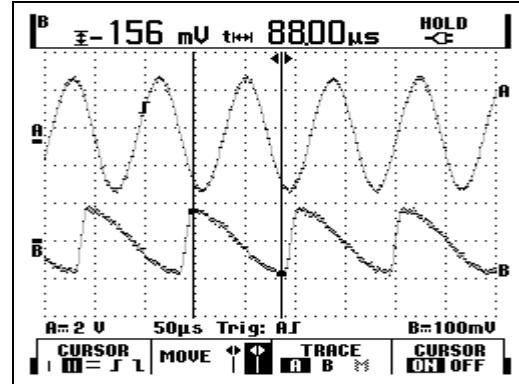

Figure 24. Mesure de temps avec les curseurs
- 8  L'écran affiche la différence de temps entre les curseurs et la différence de tension entre les deux marqueurs. (Voir figure 24.)